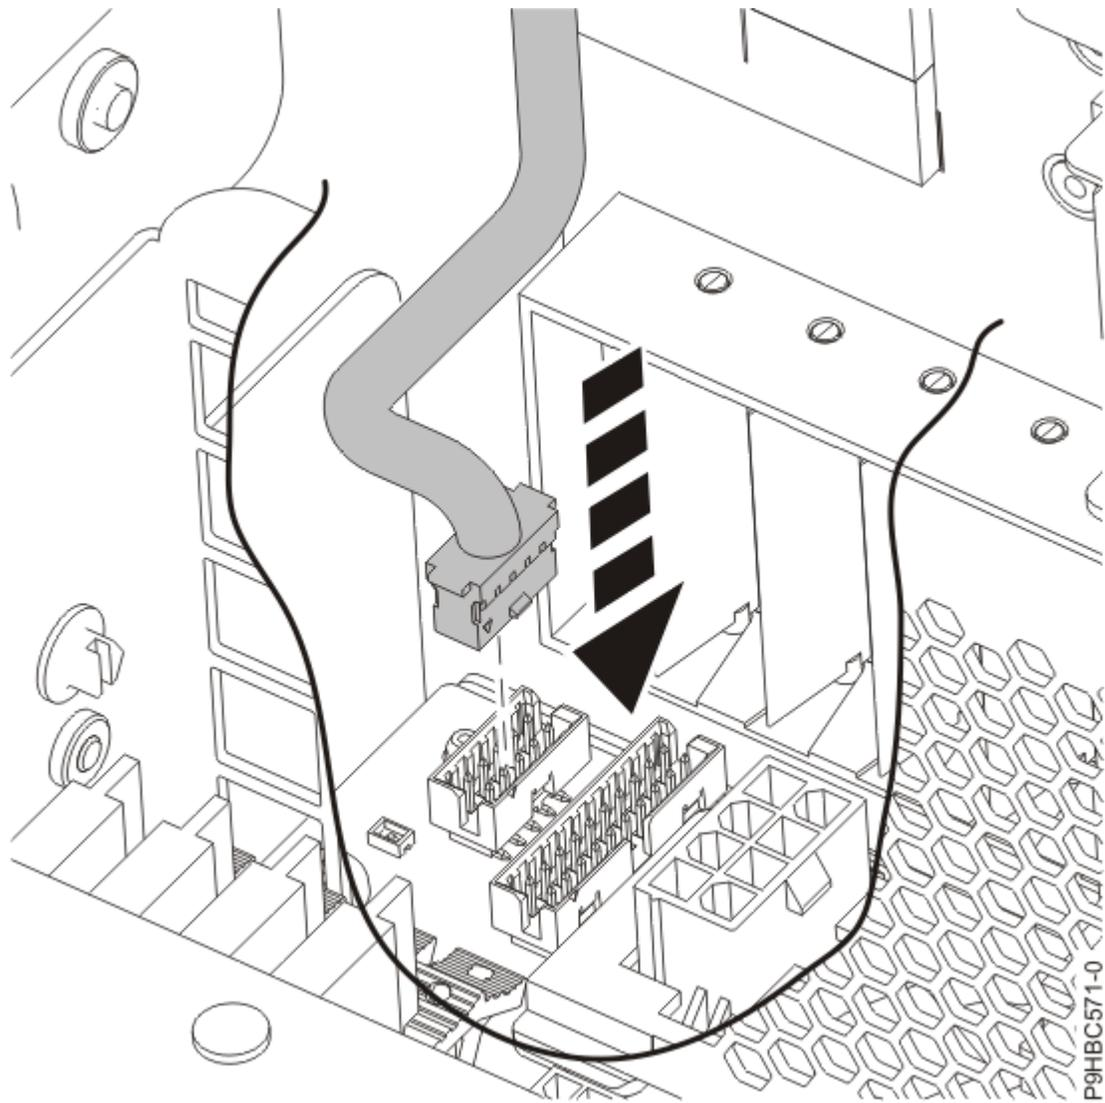

Abbildung 124. Steuerkonsolenanzeigekabel bei einem Einschubsystem an die Systemrückwandplatine anschließen
5. Schließen Sie das Steuerkonsolenanzeigekabel an der Systemrückwandplatine an (siehe Abbildung 124 auf Seite 131).